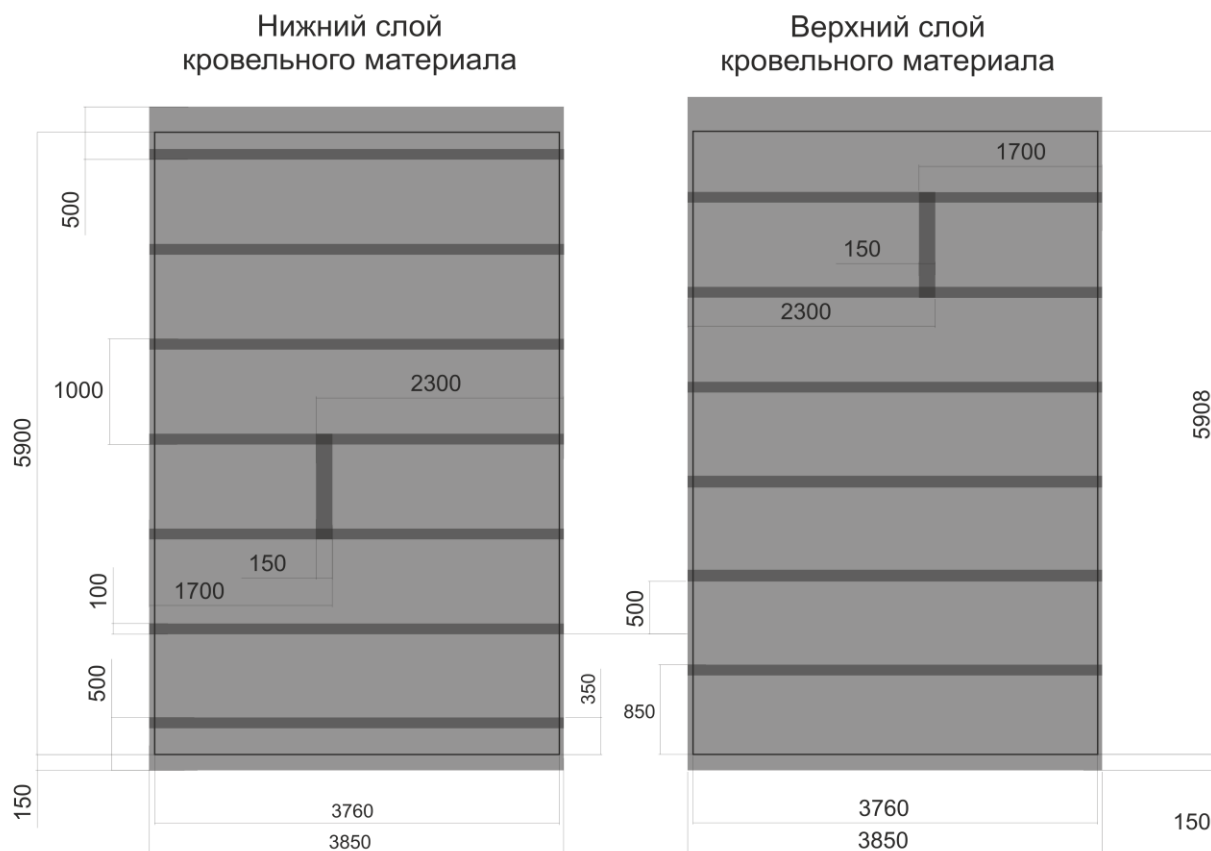

рис.16 Схема раскроя кровельного материала.
- При укладке кровельного материала верхний слой должен закрывать стыки нижнего слоя и стелиться внахлест (нахлест должен быть около десяти — пятнадцати сантиметров по боковым сторонам полосок рулонной кровли, и не менее 15 см по торцевым сторонам полосок рулонной кровли) рис. 16.
- Расстояние между соседними торцевыми нахлестами полосок, должно быть не менее 500мм, см. рис.16а.
рис.16а. Схема монтажа кровельного покрытия.
рис.16б. Схема монтажа кровельного покрытия.